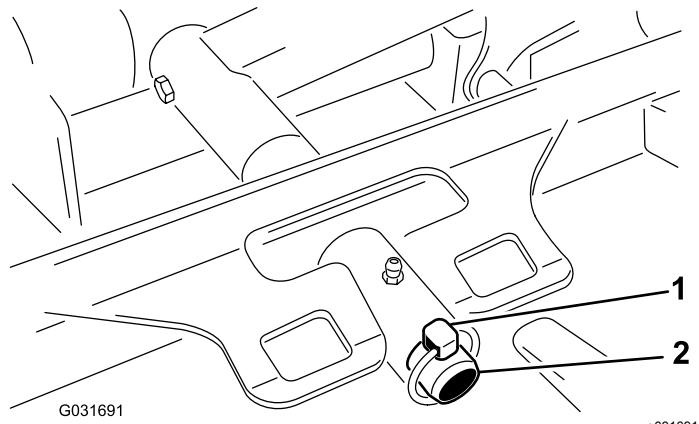

Figura 91
3. Retire el pasador de seguridad que sujeta el bastidor de tiro de la carcasa a la barra de giro del brazo de elevación (Figura 91).
3. Desplace el bastidor de tiro de la carcasa sobre la barra de giro del brazo de elevación y fíjelo con el pasador de seguridad (Figura 91).